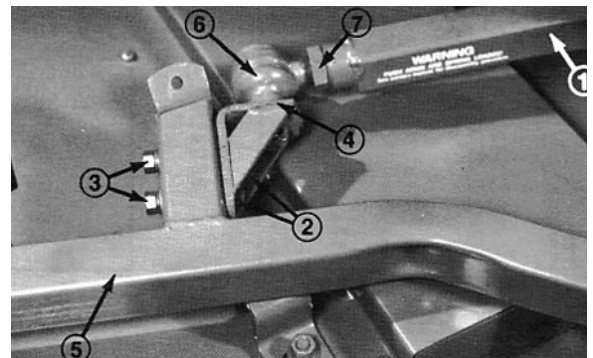

Fig. 10
6. La en hjelper presse ned mot venstre skyvearm mens du tar av settskruene, de flate skivene, låseskivene og mutrene som holder kuleleddets feste til festebrakettene på klippeenheten (fig. 10). Nå kan hjelperen la armen bevege seg forsiktig opp: dette vil gradvis avlaste fjæren.